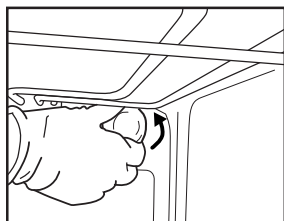

Fig. 4
2. Skru løs lampedekslet (Fig. 4) og skift ut pæren (se type i anmerkning) og skru deretter til lampedekslet igjen.